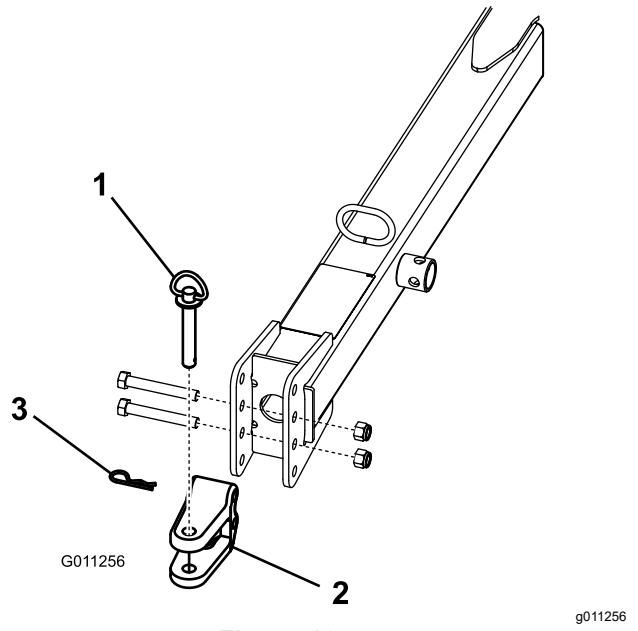

Figura 10
- Togliete i bulloni e i dadi di bloccaggio che fissano l'uncino dell'attacco di traino (Figura 10) al timone di traino.